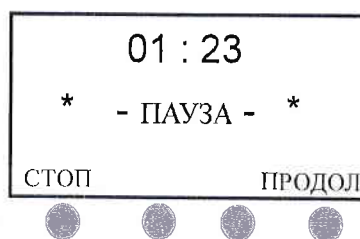

Рисунок 5
- В режиме «ПАУЗА»: «СТОП», «ПРОДОЛЖЕНИЕ». (Рис.5)
- После установки вышеописанным образом всех параметров, клавишей под надписью «ПУСК» запустите генератор УЗ-колебаний. Излучатель приложите излучающей головкой к телу пациента, смазанному гелем. На экране ЖК-дисплея отображается время проведения процедуры и идет обратный отсчет времени (Рис.5).